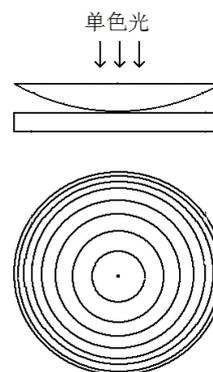

图 7 牛顿环示意图
如图 7，当曲率半径  $R$  的凸（凹）透镜放在一块平板圆玻璃上时，用单色光照射时，就会产生牛顿环。则透镜的曲率半径  $R$  为
3. 牛顿环仪：牛顿环仪是由一块平面圆玻璃与一块平凸透镜（或平凹透镜）组成，如图 7。